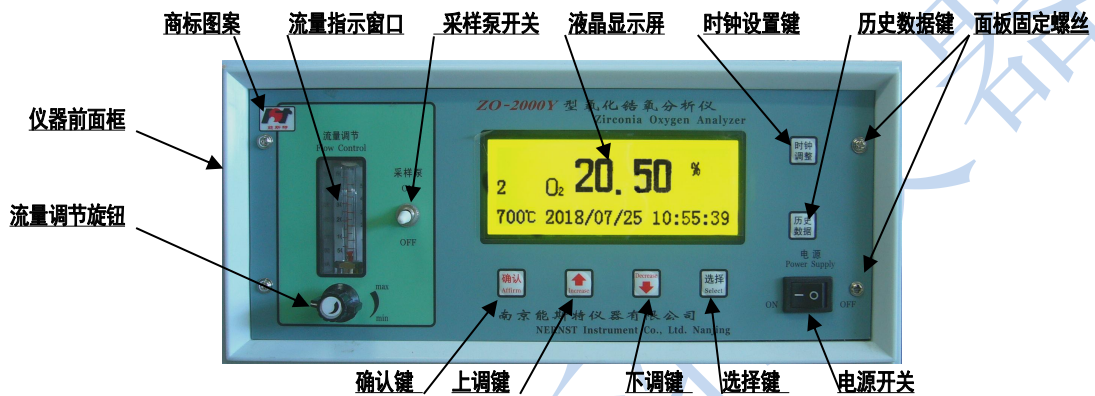

图 6 仪器的前面板
5.1、仪器的操作面板（见图 6）
蓝色的液晶屏使得显示更加清晰、柔和，液晶屏显示内容如图 6 所示。仪器液晶屏除显示氧量值、当前温度值、当前输出档位、时钟、上下限报警提示以及单位符号外，还可以通过选择键的配合，切换到惰性气体浓度显示和氧电势值的显示，切换的顺序为：氧量显示→惰性气体浓度显示→氧电势值显示→氧量显示循环。